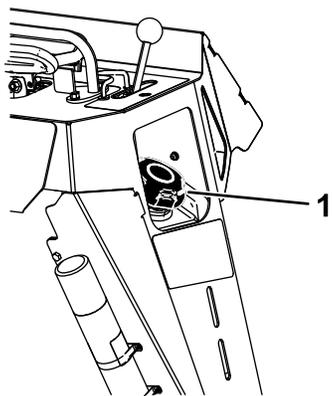

Рисунок 15
3. Очистите область вокруг крышки топливного бака и снимите крышку (**Рисунок 15**).